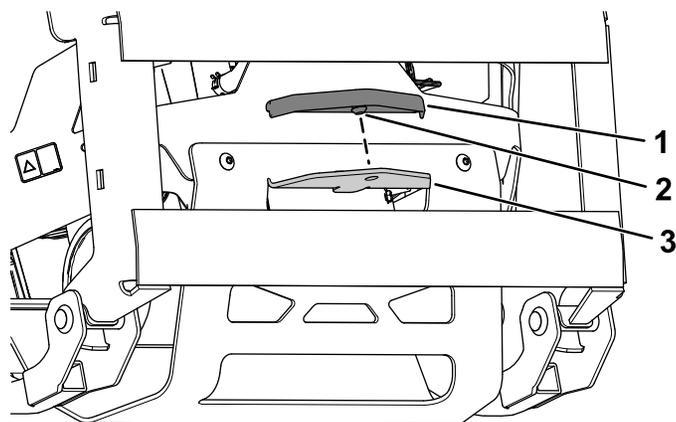

Figura 14
2. Alinhe a cobertura de engate sobre o engate e pressione-a no sítio (Figura 14).